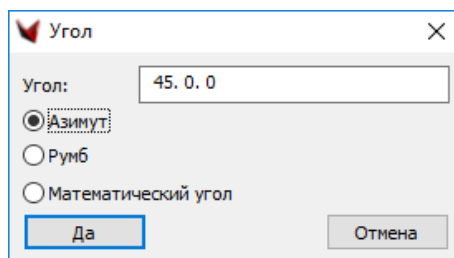

Рисунок 3.6 – Вирахуваний кут за лінією 1-2
2.2 На запит у командному рядку *Задайте кут точкою* [*Задайте угол точкой*] вводимо координати другої точки (напря́м, від якого виміряно кут у вихідних даних) та підтверджуємо натисканням *Enter*. З'явиться вікно з вирахуванням куту за лінією 1-2 для перевірки введених значень (а при потребі – для редагування) (рис. 3.6). Натискаємо кнопку *Так* [*Да*].